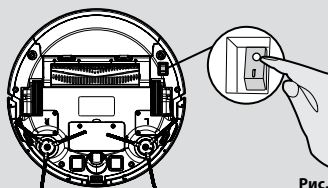

Рис. 9
Включите робот-пылесос с помощью выключателя в нижней части корпуса (1). **[Рис. 9]** Установите его перед зарядной станцией.
1. Нажмите кнопку выключателя питания в нижней части робота-пылесоса. **[Рис. 9]**